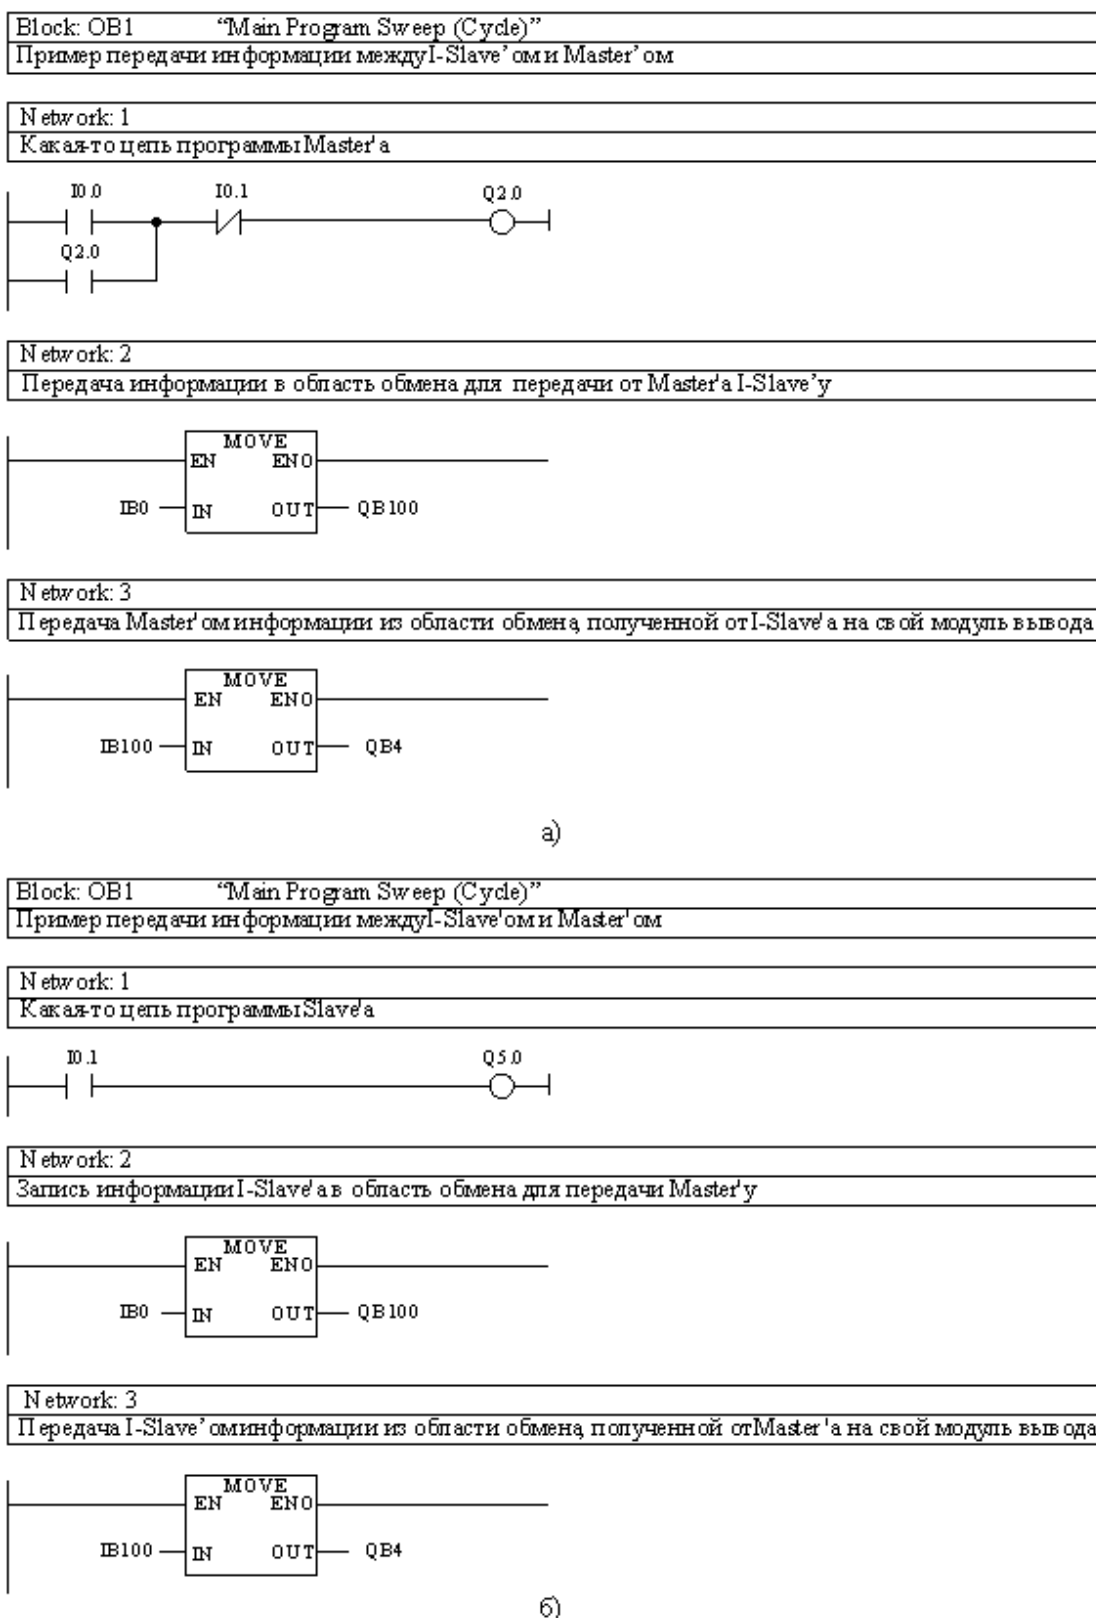
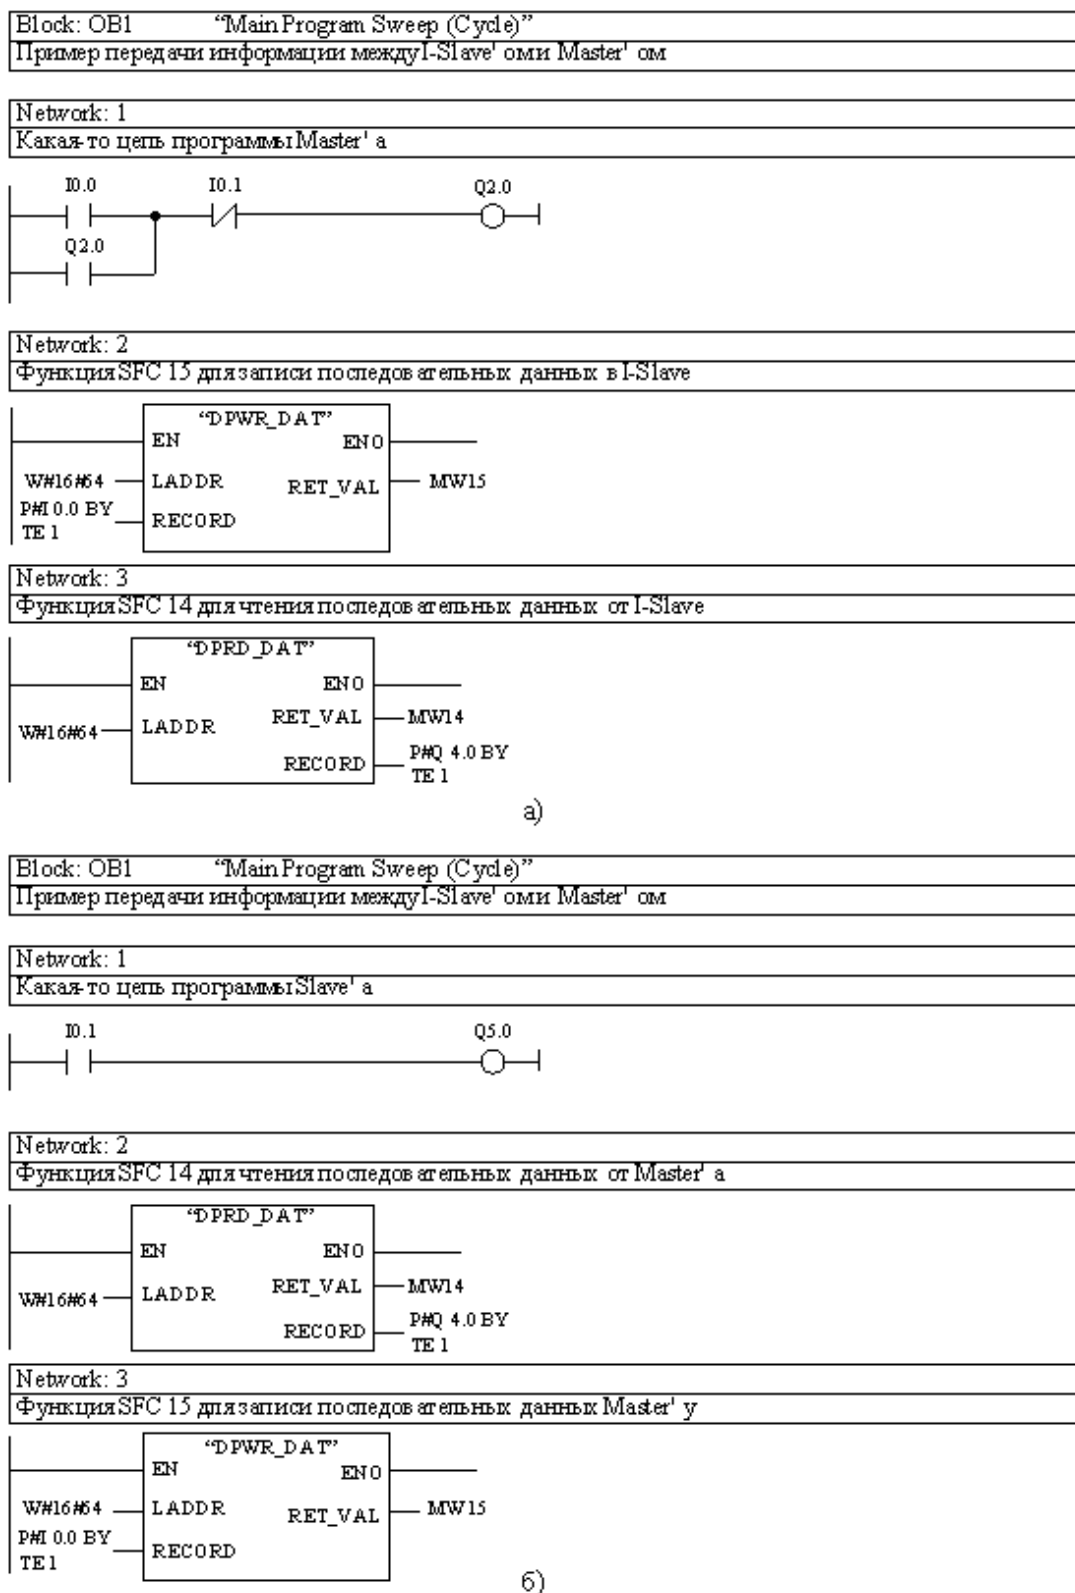

Рис. 2.6. Пример передачи информации между контроллерами с использованием команд MOVE: а) – программа в OB1 Master'a, б) – программа в OB1 I-Slave'a
Рис. 2.10. Пример передачи информации между контроллерами с использованием функций SFC14 и SFC15:
На рис. 2.6 представлены пользовательские программы в организационных блоках OB1 для Master'a (рис. 2.6а) и для Slave'a (рис. 2.6б) с использованием команды MOVE.
На рис. 2.10 представлены программы для контроллеров те же самые, что и на рис. 2.6, но с использованием функций SFC14 и SFC15.
- в организационные блоки OB1 Master'a S7-300 и Slave'a S7-300 ввести соответствующие программы обмена, представленные на рис. 2.6 или рис. 2.10 (по выбору студентов) для обмена информацией между указанными компонентами сети. Не забыть вставить в программы организационные блоки **OB82 и OB86**;